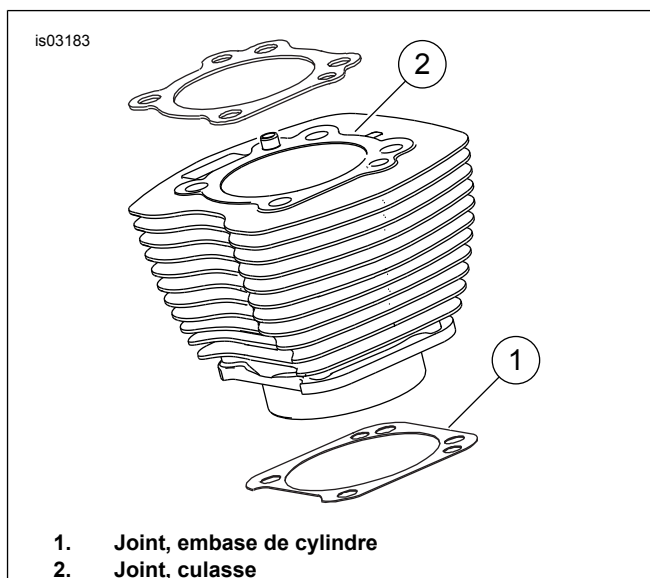

Figure 1. Joints de cylindre
- Voir Figure 1 . Le joint de base de cylindre (1) de 103,1 mm et le joint de culasse (2) éliminent le besoin de joints toriques. Ne pas utiliser de joints toriques sur les goujons de cylindre ou les emboîtements de cylindre.
- Lors de la pose d'un nouveau joint de base (1), l'installer avec le côté gaufré vers le bas et le côté concave vers le haut.